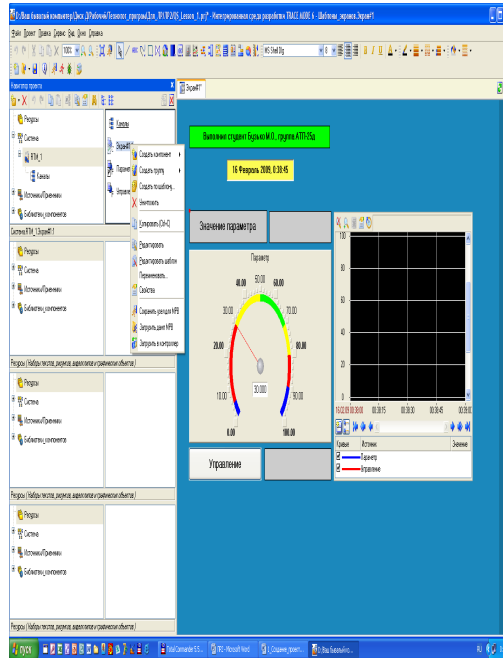

Рис. 13
- у ньому натисненням ЛК відкриємо **Властивості** компоненту **Екран#1** (рис.13):